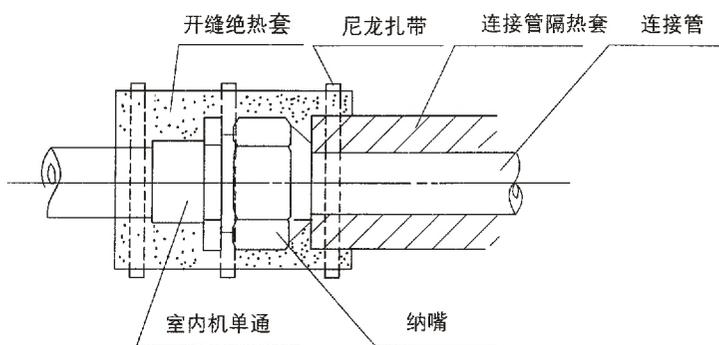

图 8
4 管道安装后用绝热套 (PE) 包住所有扩口管连接部分，如图 8。